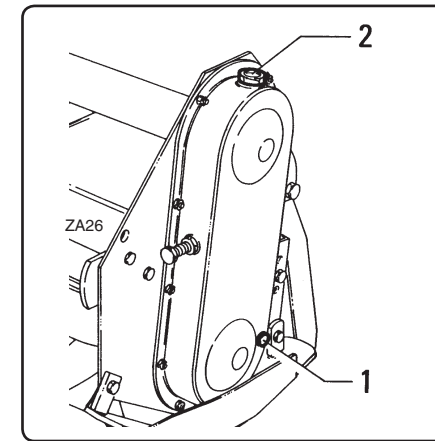

fig. 7.4.5
- Contrôlez le niveau de l'huile dans le carter de transmission latéral. Enlevez le bouchon "1" fig. 7.4.5 et vérifiez que l'huile atteint le rebord inférieur du logement du bouchon.
*Den Standstopfen "1" Abb. 7.4.5 abschrauben und prüfen, ob das Öl bis zur Unterkante der Stopfenöffnung steht.*